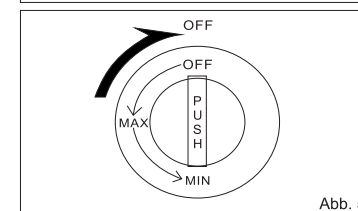

Abb. 5
- Nach Ende der Arbeit stellen Sie den Zündungsknopf wieder in der OFF-Position und versichern Sie sich, dass die Flamme aus ist. (Abb.5)